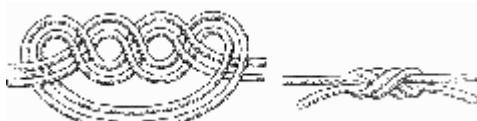

Рис. 22. Водяной узел
**Водяной узел** (рис. 22). Не менее прочным считается соединение двух тросов водяным узлом. Чтобы завязать его, положите связываемые тросы концами навстречу друг к другу так, чтобы их концы шли параллельно и касались один другого. Держа в одной руке ходовой и коренной концы двух разных тросов, начинайте вязать ими дубовый узел (см. рис. 20), но вместо одного обноса коренного конца сделайте два. Прежде чем окончательно затянуть узел, проверьте, чтобы одна пара концов выходила из петли сверху, а вторая — снизу, как это показано на схеме (см. рис. 22).